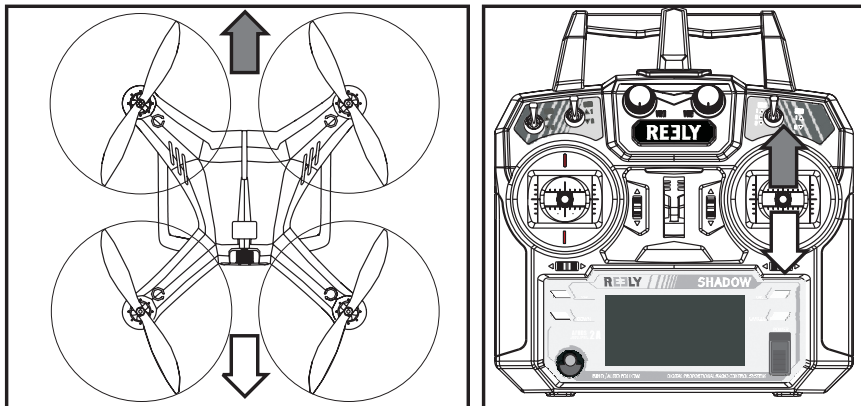

Figure 21
La fonction de tangage permet de déplacer le quadricoptère vers l'avant et vers l'arrière (voir fig. 21). La commande a lieu également au moyen du levier de commande de droite (voir fig. 7, pos. 6).